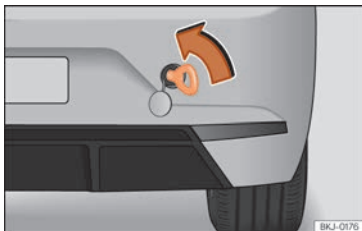

Fig. 102 Parte derecha del parachoques trasero: argolla de remolque enroscada.
- Atornille la argolla de remolque hasta el tope en la rosca » **fig. 102** y apriétela con la llave de rueda.